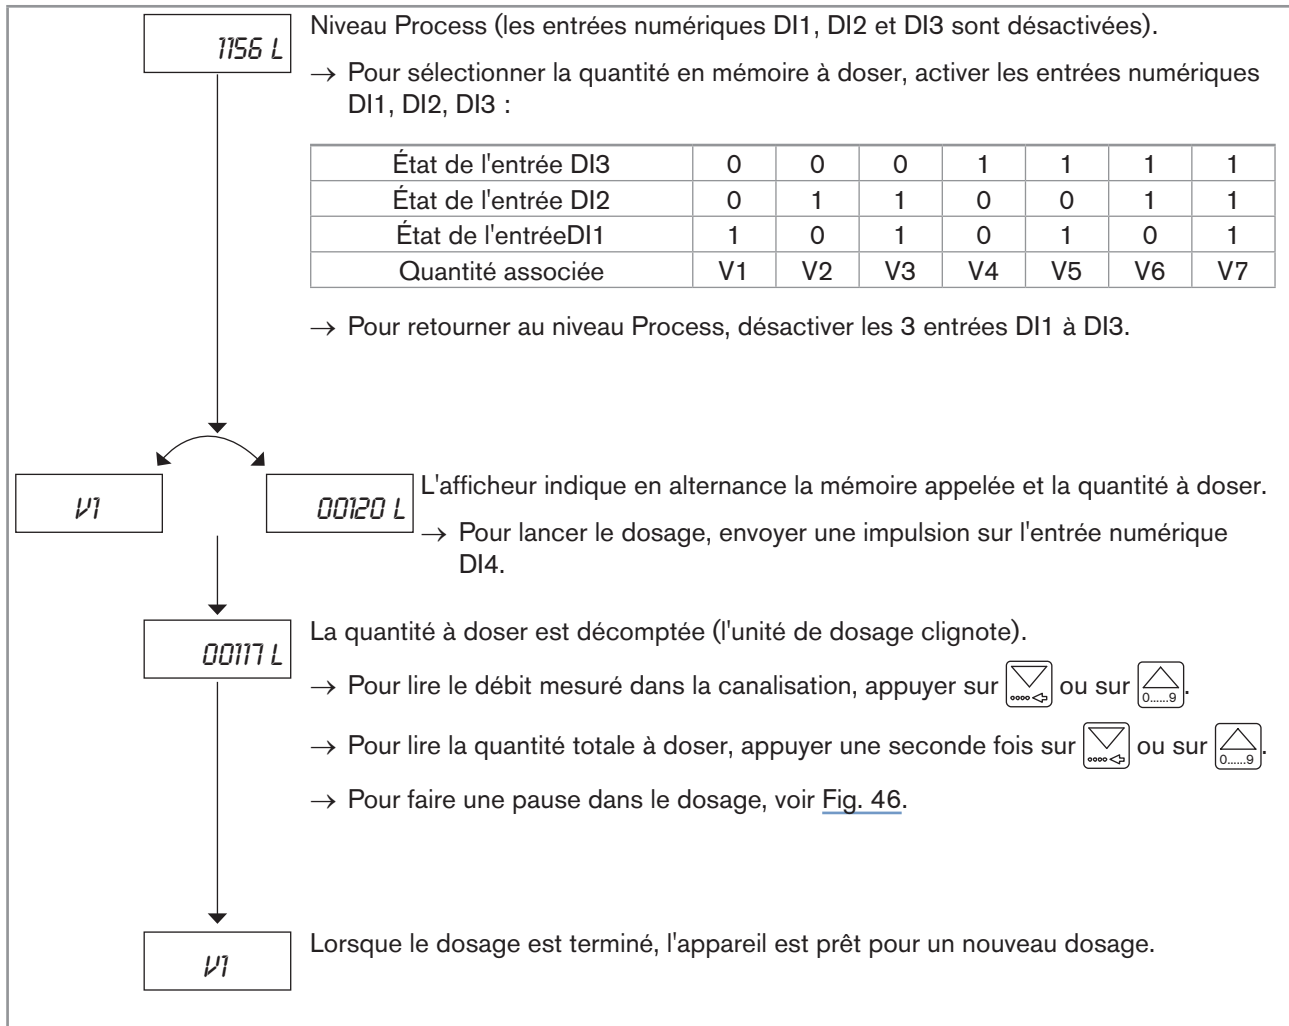

Fig. 45 : Réaliser un dosage d'une quantité en mémoire, en mode de dosage "EXT. MEM."
→ Réaliser le dosage comme indiqué dans la Fig. 45.
- les entrées numériques DI1 à DI3 permettent de sélectionner l'une des 7 quantités à doser, saisies dans la mémoire de l'appareil (voir Fig. 45, chap. 10.6.3). Si les 7 quantités ne sont pas toutes utilisées, ne relier que les entrées nécessaires. Lorsqu'un dosage est mis en pause, les entrées numériques permettent également de naviguer dans le menu de pause, entre la fonction "CONTINU" et la fonction "RESET". Si la quantité à doser est sélectionnée via les touches de navigation et qu'aucun dosage ne sera annulé à distance, les entrées DI1 à DI3 peuvent ne pas être raccordées.